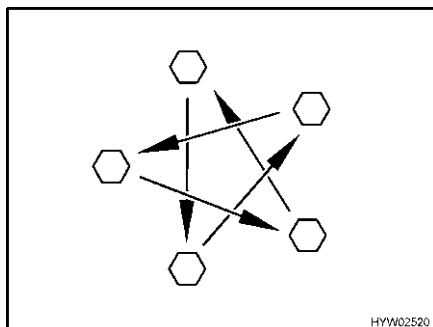

Fig. 292 Serrare a croce i dadi o i bulloni delle ruote
- Controllare regolarmente il serraggio dei dadi o dei bulloni. Regolare a croce (Fig. 292) il serraggio dei dadi o dei bulloni di una ruota sostituita dopo circa 50 km.
- ▷ Serrare a croce i dadi o i bulloni delle ruote (Fig. 292).